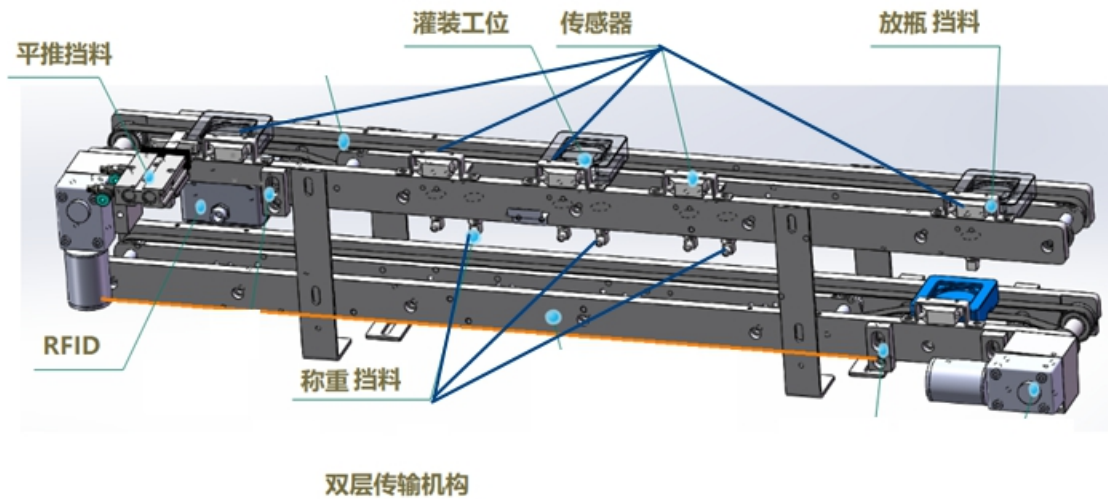

图 1-2 双层传输模块 1 机构部件说明（供料灌装站）
2. 将供料灌装站的“瓶体供料模块”、“托盘供料模块”、“升降平台（左）”、“双层传输模块 1”上层的 5 处挡停机构（1 个放瓶挡料、3 个称重挡料、1 个平推挡料，如图 1-2 所示）设为合理的运动机构，并创建正确的位置姿态；添加逻辑资源，创建 IO 位信号来控制气缸动作，根据电气图纸添加气缸位置的反馈信号。并在对应的光电传感器位置添加光电传感器信号，实现检测托盘或零件的到位或有无。